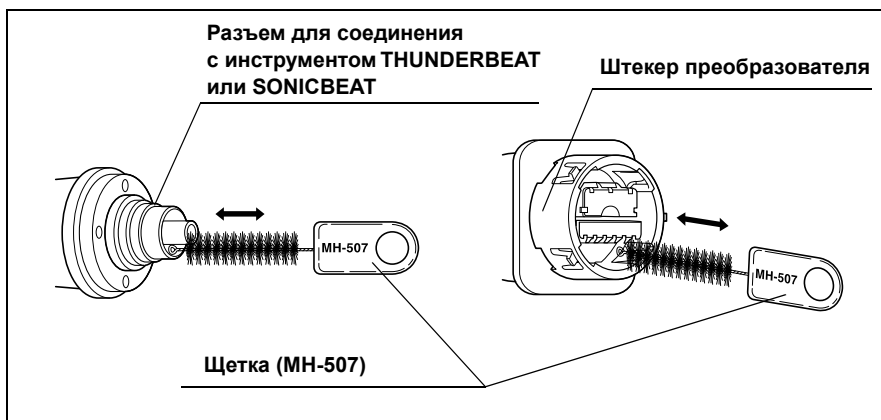

Рис. 6.1
5. С помощью щетки (MH-507) аккуратно очистите пространства внутри штекера преобразователя и разъема для соединения с инструментом THUNDERBEAT или SONICBEAT (см. рис. 6.1).